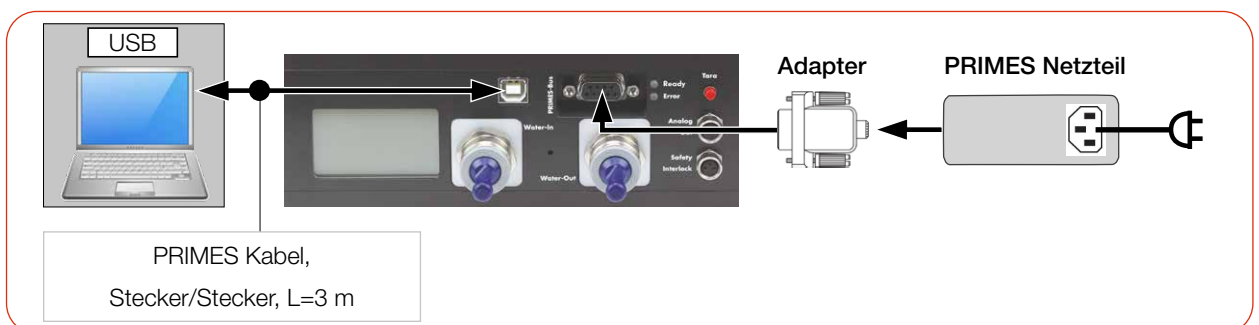

Abb. 7.5: Spannungsversorgung über USB oder PRIMES Netzteil, Datenübertragung über USB
- Schließen Sie die Kabel gemäß der Abb. 7.5 auf Seite 31 an.